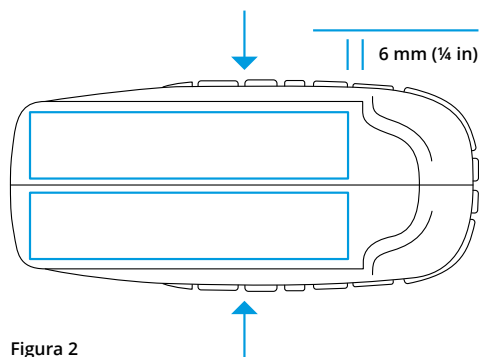

Figura 2
1. Applicare un sottile strato di super colla cianoacrilica sulla superficie di unione della suola in gomma. L'adesivo deve trovarsi a 6 mm ($\frac{1}{4}$ in) di distanza dal bordo degli incavi delle dita dei piedi, vedere la figura 2.
3. Premere l'una contro l'altra le due metà della suola in gomma nella direzione mostrata dalle frecce nella figura 2.